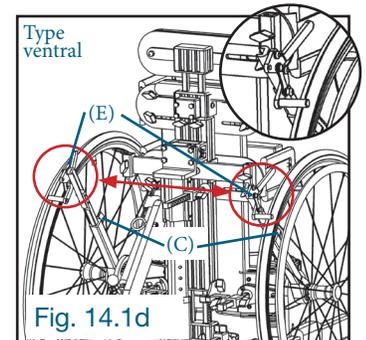

Fig. 14.1d
Inverser de côté les deux bloqueurs de roue (E) puis, resserrer fermement les deux boutons de blocage (C). (Fig. 14.1d)